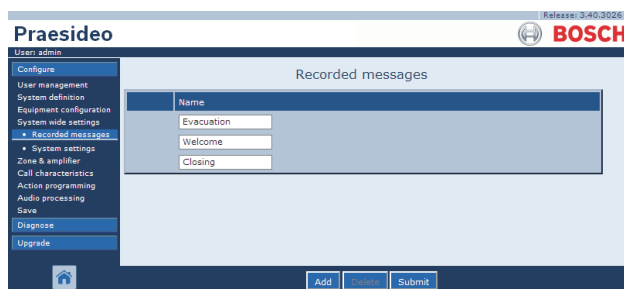

figure 45.2 : Consignation d'un message, étape 1
- 1 Allez à *Configure > System wide settings > Recorded messages*. Un écran semblable à celui de la figure 45.2 s'affiche dans le cadre principal de l'interface Web.